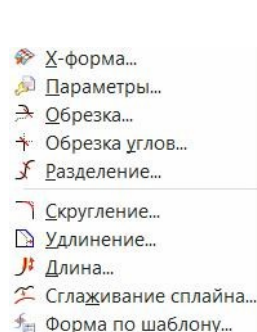

рис.82
- Итак, вызываем команду из падающего меню «**Изменить** \ *Кривая* \ **Обрезка**» (рис.82).